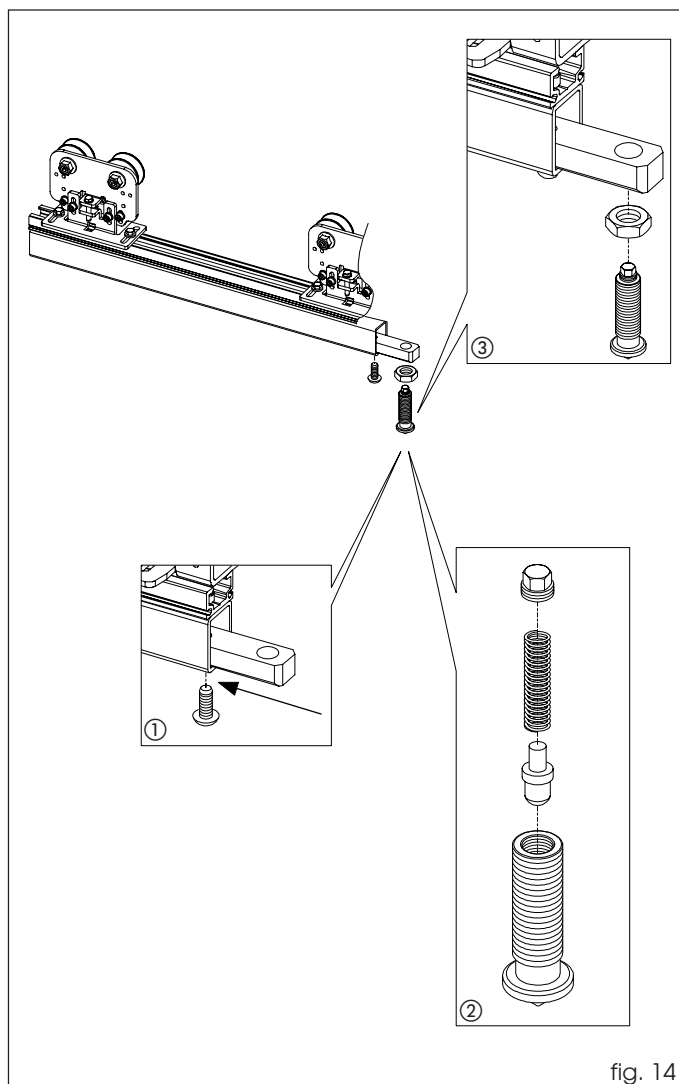

fig. 14
Monte la brida de soporte del desbloqueo antipánico en la barra y fíjela utilizando los tornillos en dotación (fig. 14 ref. ①). Ensamble el grupo de desbloqueo (fig. 14 ref. ②). Monte el grupo de desbloqueo en la brida de soporte, utilizando la correspondiente tuerca tal y como se indica en la fig. 14 ref. ③.